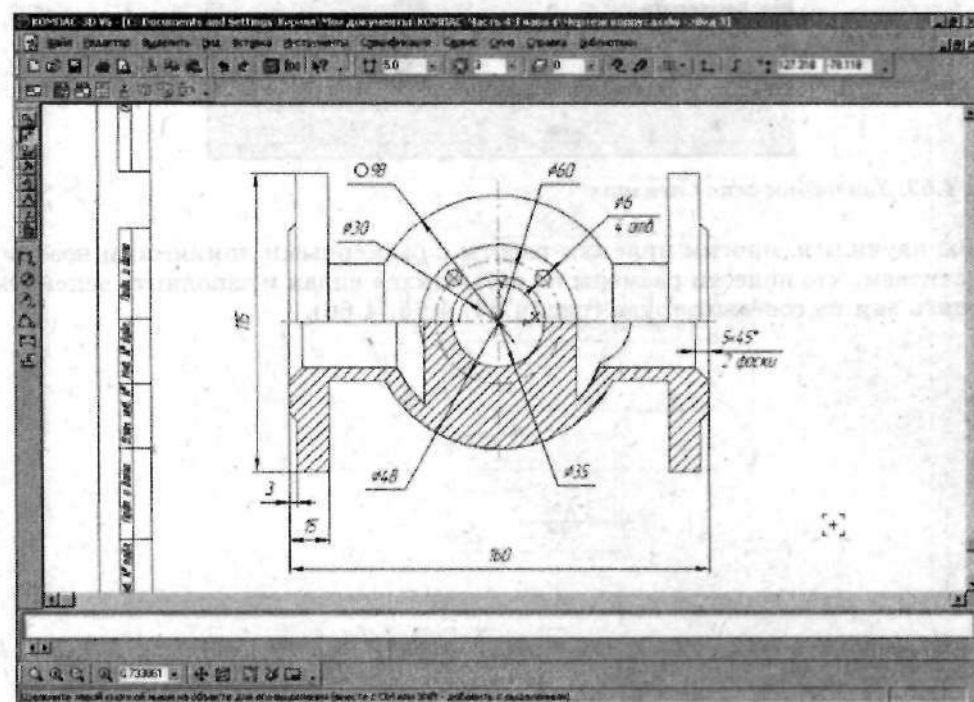

Рис. 4.62. Нанесите радиальные размеры
11. Нанесите радиальные размеры согласно рис. 4.62. Обратите внимание, что все нанесенные размеры — диаметральные с разрывом. Для этого щелкните по кнопке  (Диаметральный размер), расположенной на инструментальной панели **Геометрия**.